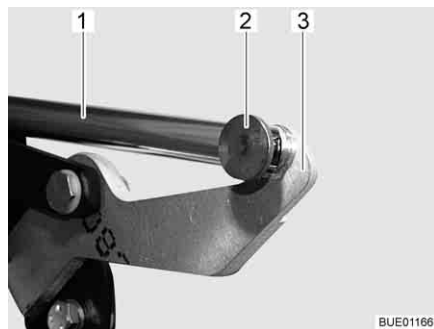

Fig. 82 Azionamento
- Rimuovere il collegamento (p. es. copiglia e perno) (Fig. 82,2) tra la biella (Fig. 82,1) e la leva (Fig. 82,3).